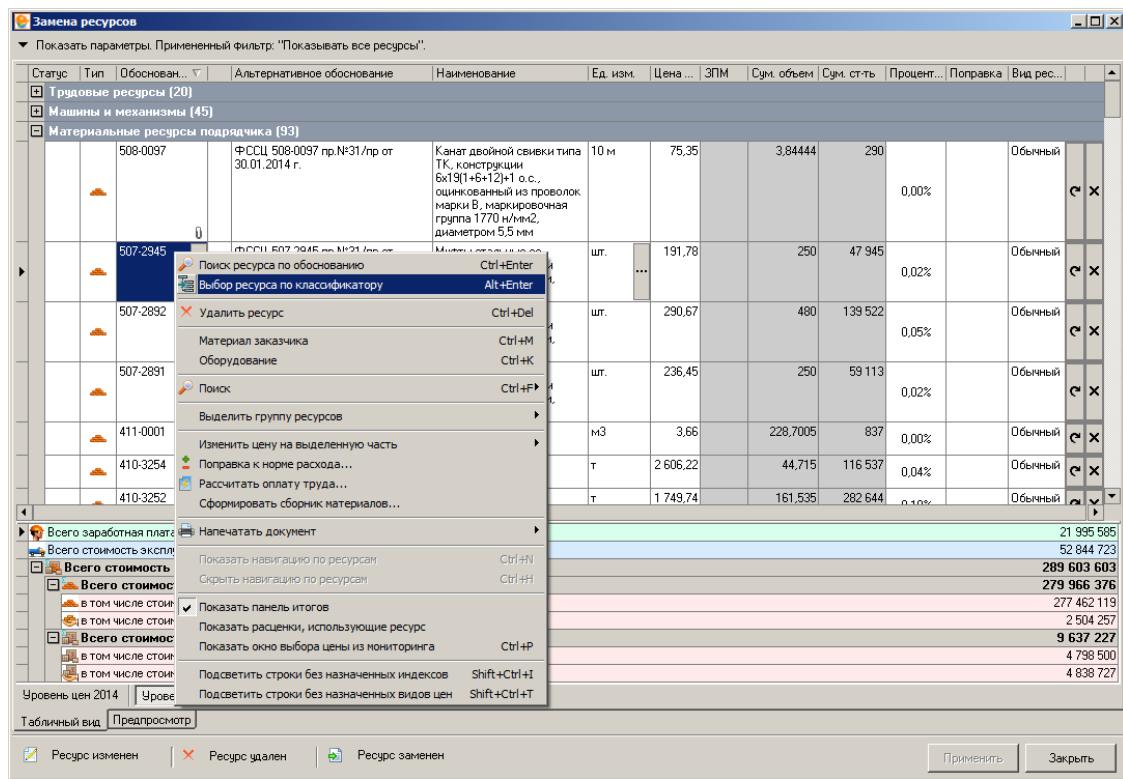

Рис. 3. Замена ресурса по классификатору
**Способ 1:** Для того чтобы заменить материальный ресурс, необходимо нажать правую кнопку мыши и в контекстном меню выбрать пункт **Выбор ресурса по классификатору**, или нажать сочетание клавиш **<Alt+Enter>**, (см. рис. 3).